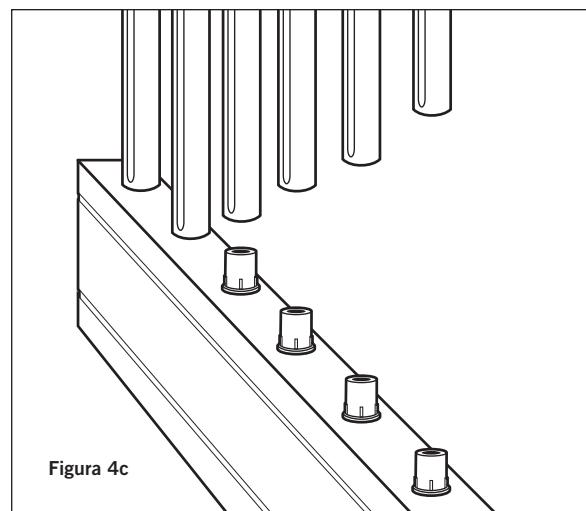

Figura 4c
**Los balaustres Classic, Estate, Twist y Ellipse; y balaustres de vidrio que usan conectores:** Sujete los balaustres al barandal inferior deslizándolos sobre los conectores (Figura 4c).